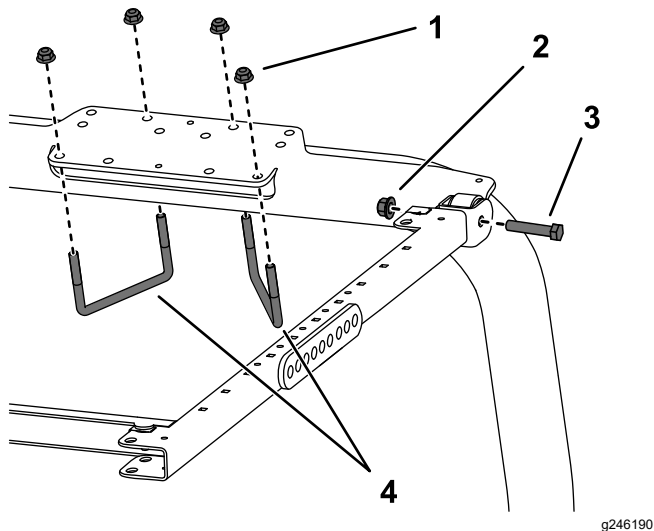

図 42
1. ROPS 取り付けブラケットを、トラクションユニット ROPS の上部にセットする図 42。ROPS が ROPS 取り付けブラケットの中央にあることを確認してください。
2. 図 42 に示されている取り付け穴を利用して、ROPS 取り付けブラケットを ROPS 上部に取り付